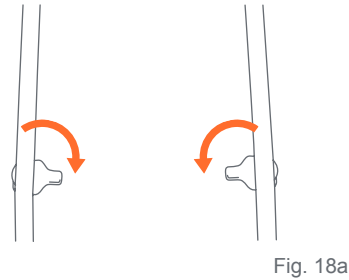

Fig. 18a
18) • Inclinez complètement le siège vers l'arrière et retournez les languettes d'appui du siège d'auto sur le châssis de la poussette (Fig 18a).